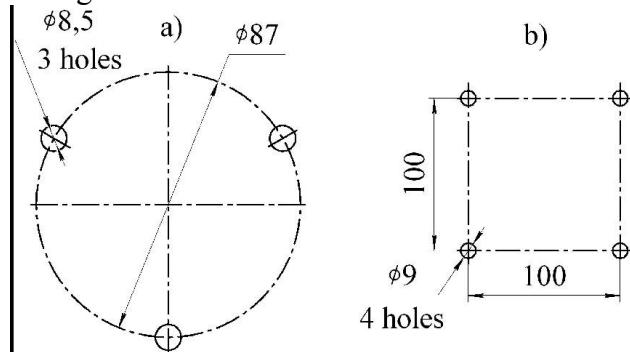

Figura 3
**Parametri de stingere pentru MPP cu montaj pe tavan (vezi Figura 3)**